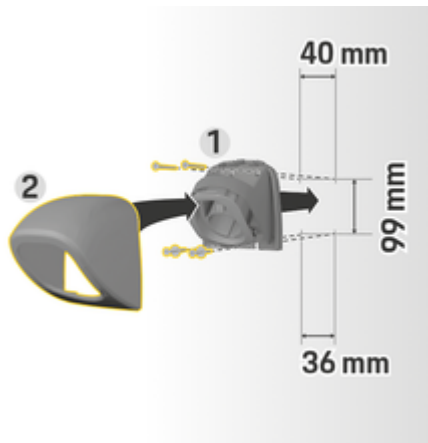

Abb. 5: Bohrmaße
1. Steckerhalterung **1** (Abb. 5) aus der Abdeckung **2** (Abb. 5) nehmen.
4. Steckerhalterung **1** (Abb. 5) an die Wand schrauben.
5. Abdeckung **2** (Abb. 5) von unten auf die Steckerhalterung **1** (Abb. 5) aufsetzen und nach oben drücken.